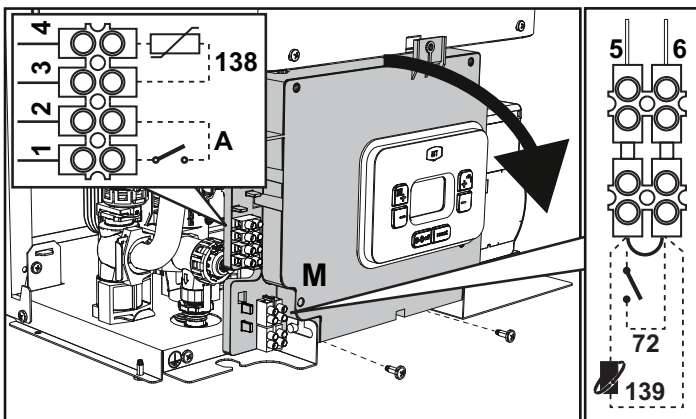
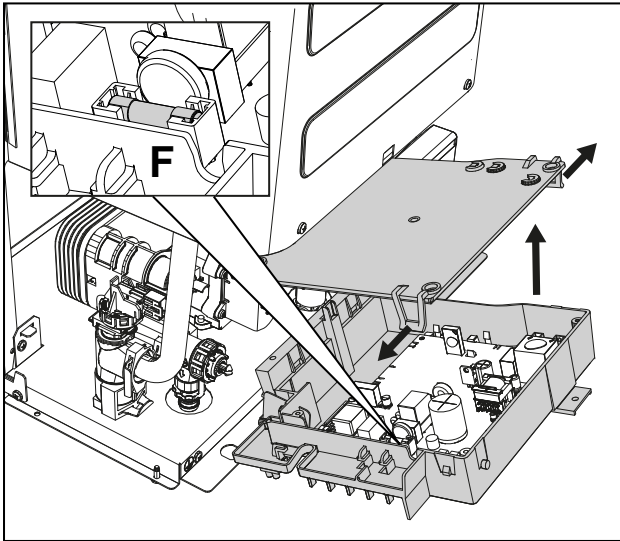

fig. 18
fig. 19
После снятия передней панели (*** 'Открытие передней панели' on page 202 ***) можно получить доступ к клеммным колодкам (M) и предохранителю (F), действуя согласно нижеприведенным указаниям (рис. 18 и рис. 19). Клеммы, указанные на рис. 18, должны иметь чистые контакты (не 230В). Расположение зажимов и их назначение показаны также на электрической схеме на рис. 39.
Конфигурация выключателя ON/OFF (А рис. 19)